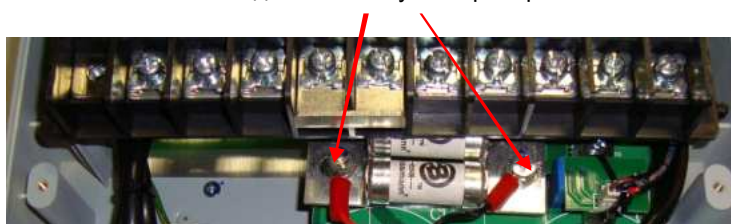

Рис. 4.15. Диагностика предохранителя
4.10.2. Подключить щупы мультиметра согласно рис. 4.15. Показания прибора должны соответствовать нулевому сопротивлению (как и при закороченных щупах).